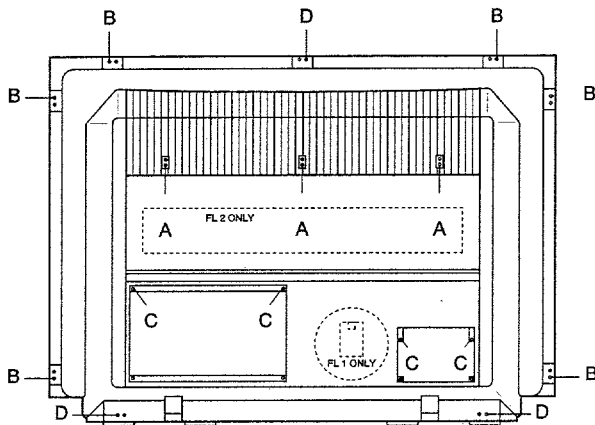

Fig.2
2. Entfernung der Rückwand (Abb. 2 + 3)